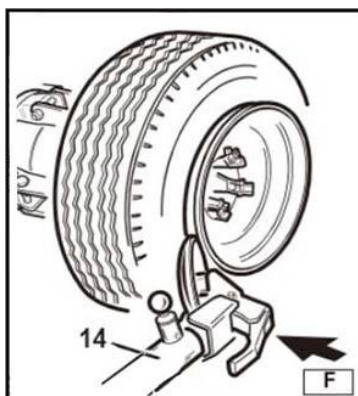
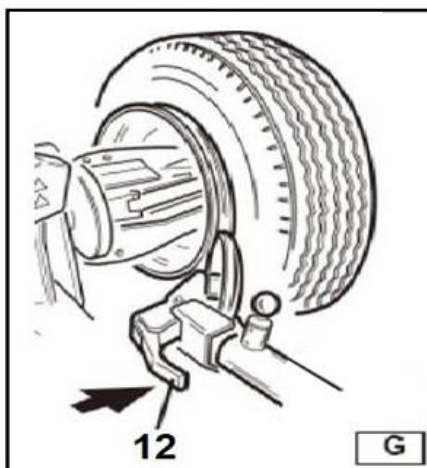

Рисунок 17
Рисунок 18
– Установите кронштейн съемного рычага крышки 14, (рис.17) в рабочее положение и дайте ему зафиксироваться.
– Используя панель управления, маневрируйте колесом до тех пор, пока внешняя часть обода не появится из-за диска (рис. 17).
– Отведите кронштейн съемного рычага покрывки 14, (рис.17) в сторону и установите его в не рабочее положение, отжав его установочную рукоятку, затем переведите его во второе рабочее положение (рис. 18).